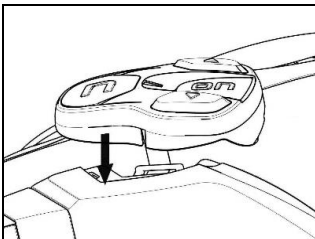

Fig. 21
- Haken Sie die Tastenvorrichtung am Helm fest und lassen Sie die dafür vorgesehenen Haken einklinken (Abb. 21).